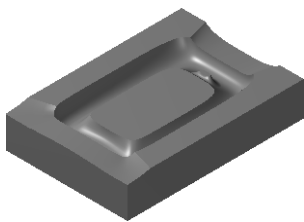

图 23.2 零件模型
Step1. 打开模型。选择文件 D:\mxc6.11\work\ch23\ PANEL_MOLD_DOWN.MCX-6，系统进入加工环境，此时零件模型如图 23.2 所示。